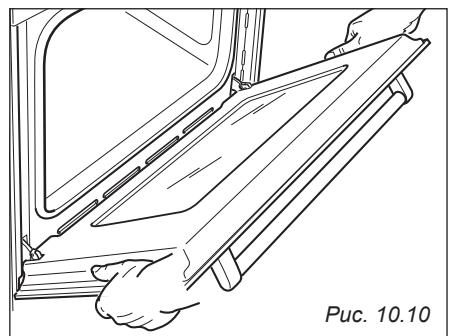

Рис. 10.10
- Полностью откройте дверцу духового шкафа (Рис. 10.10а).
- Полностью откройте рычаг «А» на правом и левом шарнирах (Рис. 10.10б).
- Возьмитесь за дверцу, как показано на Рис. 10.10.
- Немного закройте дверцу (Рис. 10.10в), так чтобы рычаги «А» правого и левого шарниров зацепились за часть «В» дверцы (Рис. 10.10б).
- Вытащите крючки шарнирного соединения из пазов, как показано стрелкой «С» (рис. 10.10г).
Рис. 10.10а
Рис. 10.10б
Рис. 10.10в
Рис. 10.10г